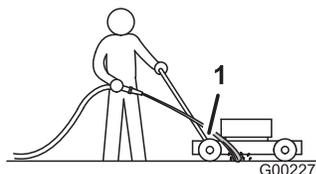

Bild 28
3. Halten Sie den Wasserschlauch auf Griffhöhe und richten Sie den Wasserstrahl unmittelbar vor dem rechten Hinterrad auf den Boden (Bild 28).